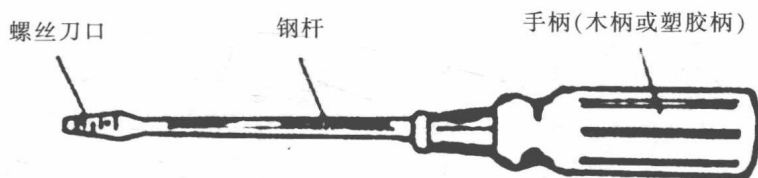

图 2-1 标准螺丝刀
(1) 标准螺丝刀 规格有 50mm、75mm、100mm、125mm、150mm(指钢杆部分长)。其结构形状如图 2-1 所示。